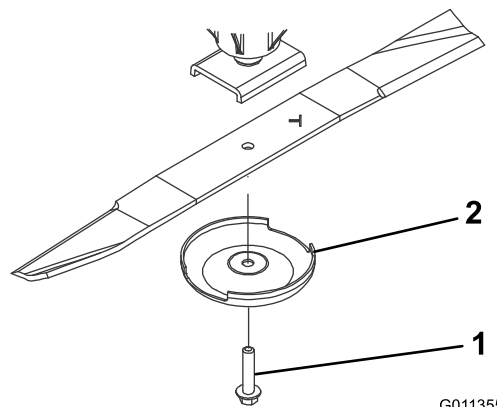

図 97
3. スピンドルのシャフトからブレードボルト、芝削り防止カップ、ブレードを取り外す **図 97**。